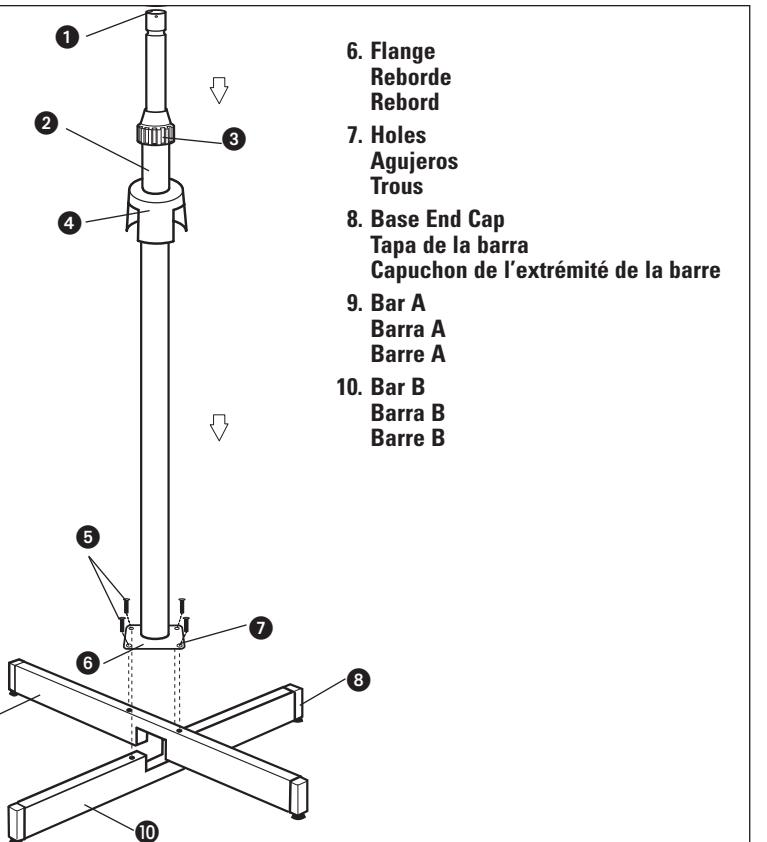

FIG. 1
2. Loosen and remove the four screws from bar A and bar B. Cross the 2 bars as shown in Fig. 1 and align the four holes with those on the flange. Secure the flange to the bars with the four screws. Slide the base cap down over the assembly.
2. Afloje y retire los cuatro tornillos de las barras A y B. Cruce las 2 barras como se muestra en Fig. 1 y alinee los cuatro agujeros con aquellos en el reborde. Asegure el reborde a las barras con los cuatro tornillos. Deslice hacia abajo la tapa de la base sobre lo ensamblado.
2. Dévisser et enlever les quatre vis de la barre A et de la barre B. Croiser les deux barres comme indiqué à la Figure 1 et aligner les quatre trous avec ceux du rebord. Attacher le rebord aux barres avec les quatre vis. Faire glisser le couvercle de la base sur l'ensemble.